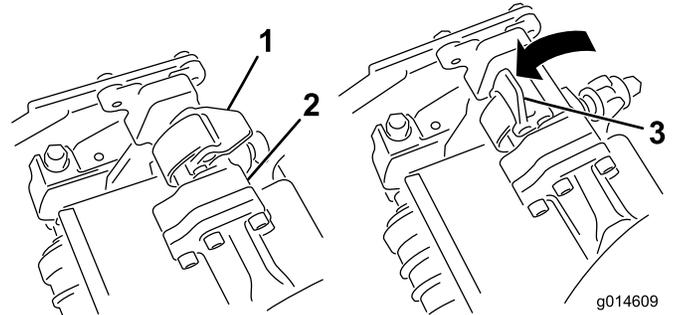

图12
5. 当悬挂臂杆上的闭锁指向上方（即打开）时（图12），向下压悬挂臂，使悬挂臂杆与滚刀组上方的支架相契合（图13）。
6. 向下并绕着滚刀组横杆关闭闭锁，将它们锁定到位（图12）。